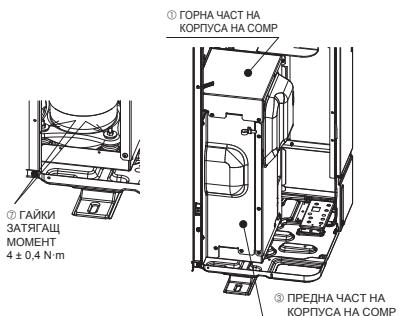

Fig. 4-2
- След премахването на фиксиращите части на COMP затегнете гайките и върнете ГОРНА ЧАСТ НА КОРПУСА НА COMP и ПРЕДНА ЧАСТ НА КОРПУСА НА COMP във върхоначалното им състояние. (Fig. 4-2)